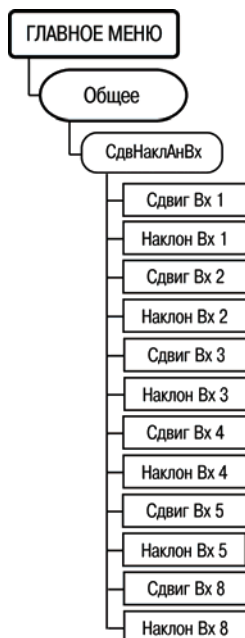

Рисунок 6.24
6.13.9 Параметры, определяющие коррекцию измеренных характеристик, задаются через пункт меню **//Общее/СдвНклАнВх. {N} = 1 – 5, 8** (рисунок 6.24) для аналоговых входов **1 – 5, 8** соответственно.